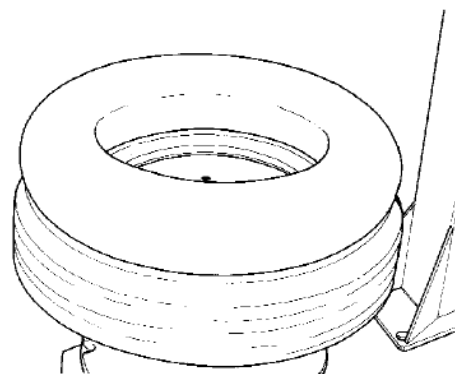

Figura 19
- Posicione a câmara sobre o pneu a fim de confirmar que a câmara é do tamanho correto (Figura 19);